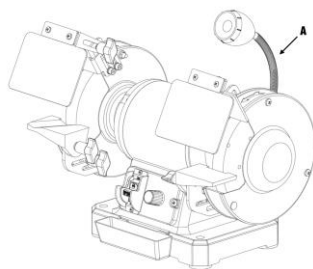

fig. 9
Cet outil est muni d'une lampe réglable (A) qui fonctionne indépendamment du reste de l'outil (fig. 9).